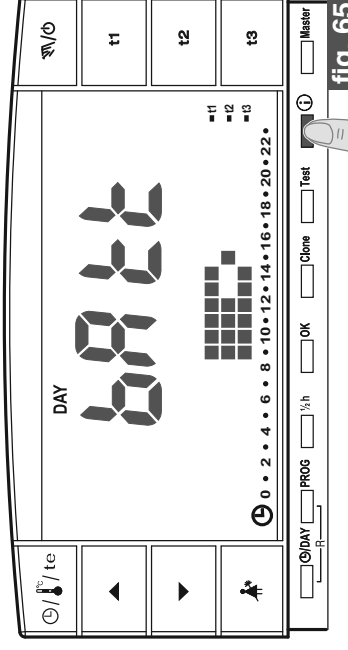
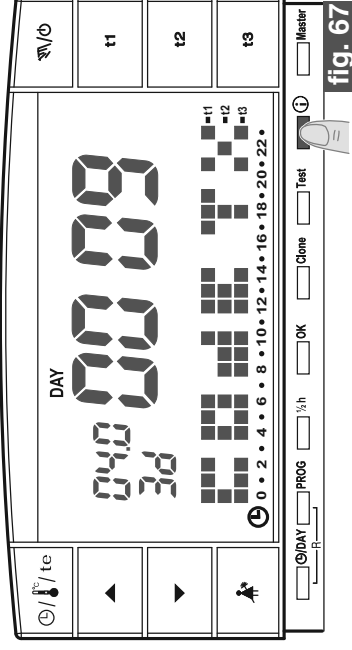

fig. 65
fig. 67
- Dalla videata precedente premere un'altra volta il tasto **i** : sul display apparirà il livello di carica delle pile (esempio in fig. 65).
- Dalla videata precedente (fig. 65) premere un'altra volta il tasto  : sul display apparirà il serial number che viene trasmesso dal cronotermostato ogni volta che avviene una trasmissione dati (esempio in fig. 67).